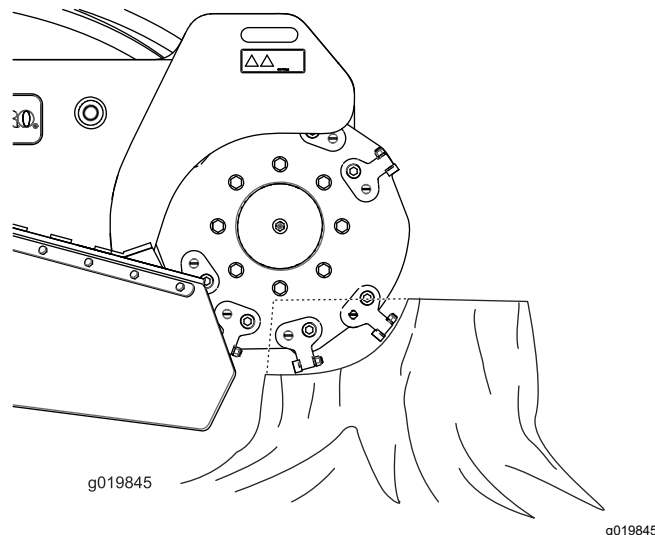

Figura 19
2. Utilice la palanca de control de la destocadora y el control de la tracción para posicionar la destocadora al lado de la parte delantera del tocón, aproximadamente a 2 cm por debajo de la superficie (Figura 19).
4. Utilice la palanca de control de la destocadora para desplazar la destocadora lentamente por la cara del tocón, eliminando una banda de madera en forma de virutas (Figura 19).